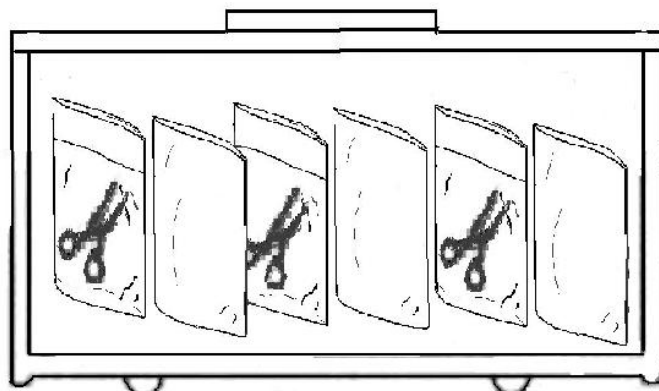

Figura 56
**Advertencia:** Si los implementos son empacados con las mangas de esterilización y se colocan dentro de una caja de esterilización, asegúrese de desplegar estos artículos según se indican en la Figura 56.